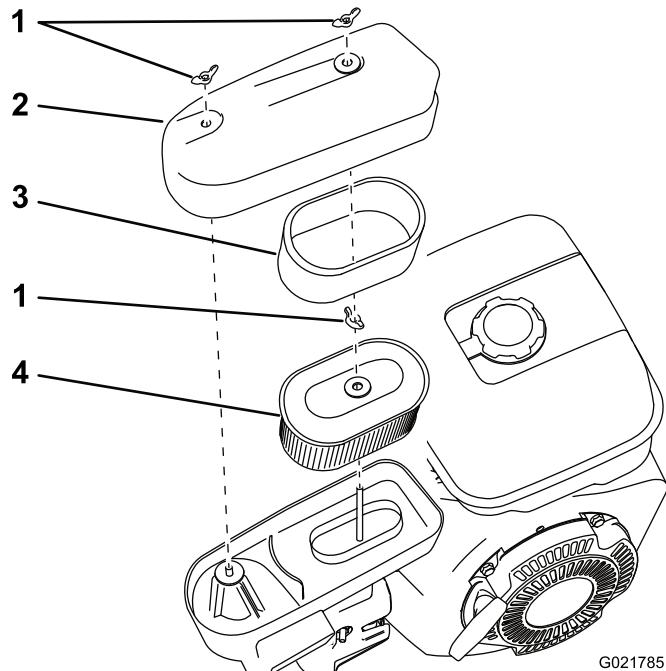

Figura 19
3. Retire las tuercas de orejeta que sujetan la tapa (Figura 19).
6. Separe cuidadosamente de la base los elementos de gomaespuma y de papel (Figura 19).
7. Separe el elemento de gomaespuma del elemento de papel (Figura 19).